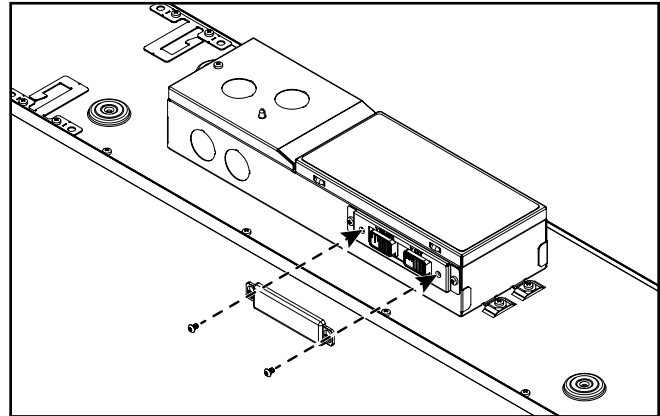

Figure 8.
10. (Facultatif) Après avoir choisi le niveau de lumens et la TCP, fixez fermement le couvercle d'interrupteur fourni en utilisant les vis fournies pour vous assurer que les réglages ne seront pas modifiés, si désiré. (Figure 8.)